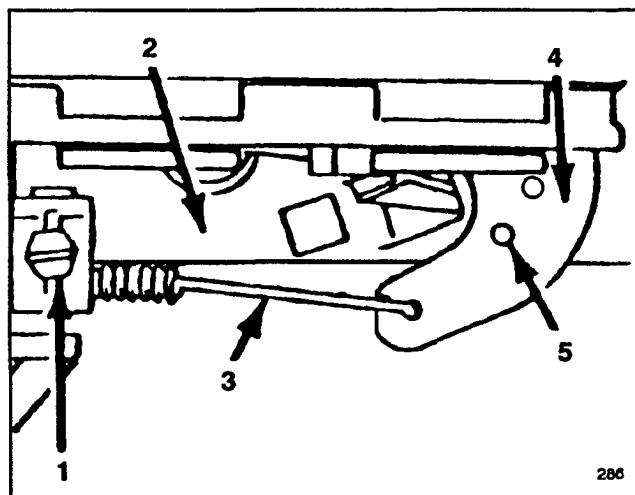

Abbildung 16
3. Die Schraube der Kabelklemme lösen, bis das Gaszugkabel durchrutscht (Abb. 16).
4. Das Gaszugkabel nach links oder rechts bewegen, bis die Löcher im Gashebel mit denen in der Halterung übereinstimmen (Abb. 16).